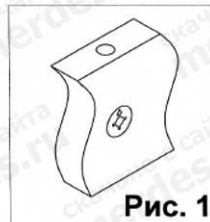

Рис. 1
расположенные на боковинах 1 и 2 (см. рис.1). Следует учесть, что к боковине 1 идут стяжки (3), а к боковине 2 идут стяжки (11).
Взять стенку заднюю выдвижного ящика и забить в соответствующие отверстия шканты (1). Соединить боковины ящика с задней стенкой. Фиксацию производить при помощи евровинтов (6). Далее положить каркас ящика на заднюю стенку и забить шканты (1) в соответствующие торцевые отверстия на боковинах ящика, и вставить стяжки-растекс (11) (см.рис.1). После этого вставить дно ящика в пазы на каркасе ящика, таким образом, чтобы дно ящика вошло в паз на стенке задней ящика. Далее закрутить в переднюю панель ящика в имеющиеся муфты дюбеля стяжек-растекс (4). Соединить переднюю панель ящика с каркасом. Фиксацию произвести путем поворота стяжки (11) по часовой стрелки. После этого положить ящик дном вверх и прикрутить ответные планки направляющих (7) к боковинам ящика при помощи саморезов (5). Далее к передней панели прикрепить ручку винтами М4х20, входящих в комплект ручки (при комплектации винтами М4х20 использовать прокладочные шайбы входящие в комплект фурнитуры). Аналогичным образом собрать остальные ящики. В переднюю панель ящика имеющего отверстие диаметром 20 мм вставить замок (9) со стороны паза, а с передней стороны панели вставить в это отверстие стопорное кольцо замка (9). Фиксацию замка произвести при помощи саморезов (5). Этот ящик устанавливается верхнее положение тумбы. Задвинуть ящик и пометить положение начала передней панели относительно низа столешницы 5. Отметить 25 мм и закрепить запорную планку замка напротив расположения стопорного элемента замка (9) при помощи саморезов (5).